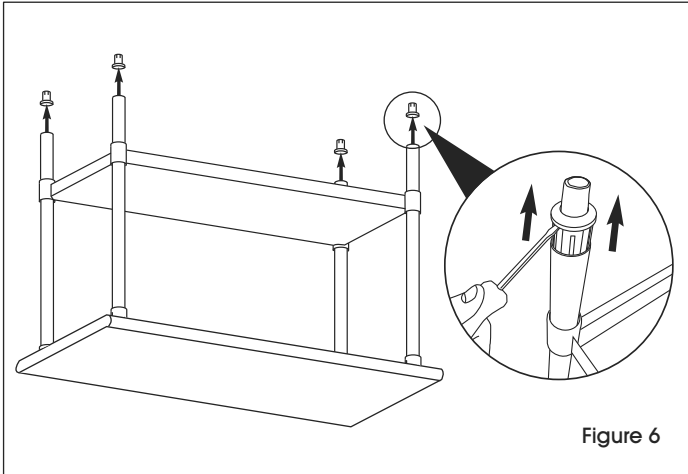

Figure 6
1. Flip the table back over onto a smooth, non-marring surface. Remove adjustable feet from tube legs using a flat head screwdriver. (See Figure 6)
1. Retournez la table sur une surface lisse non marquante. Retirez les pieds ajustables des pattes à tube conique à l'aide d'un tournevis plat. (Voir Figure 6)